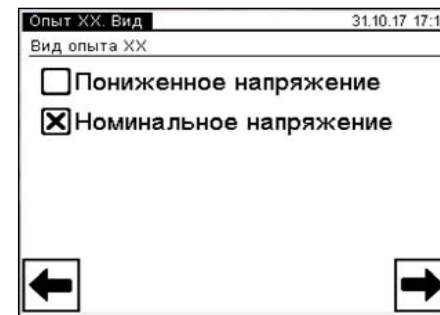

Рисунок 6.52
кнопку . На экране откроется окно "Опыт XX. Вид" (рисунок 6.52).
7) Выбрать вариант "Номинальное напряжение", после чего нажать на кнопку для перехода в окно "Опыт XXН, Трансформатор" (рисунок 6.52).